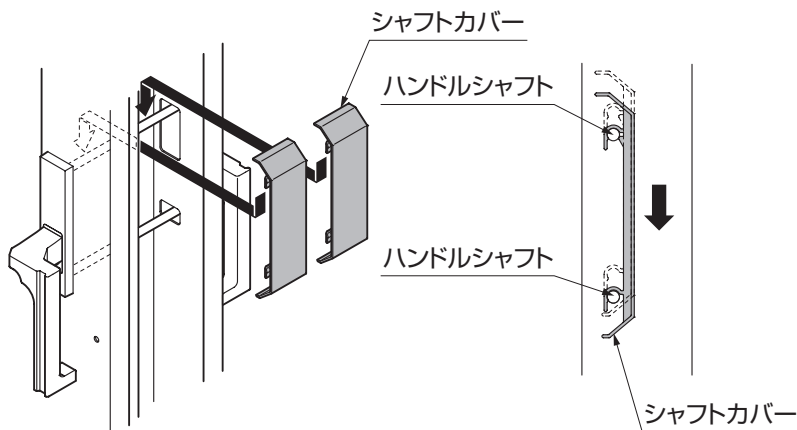

図9-12
- ①移動柱掛側・移動柱受側の裏側に見えるハンドルシャフトにシャフトカバーをかぶせ、カチッというまで押し込んでください。(図9-12参照)